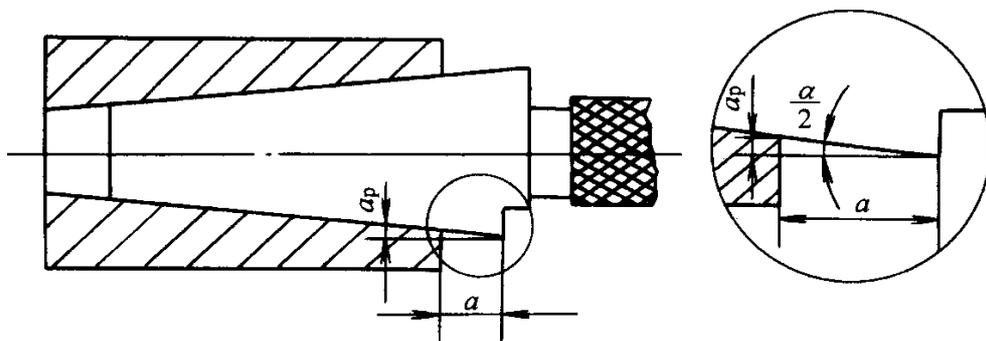
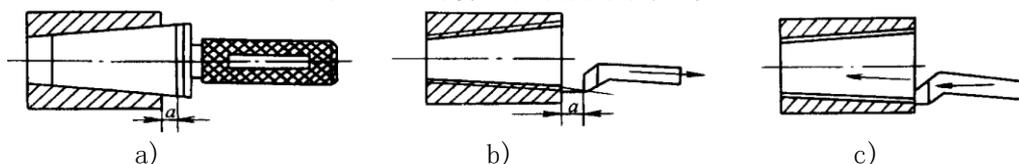

图 c-55 算法控制圆锥孔尺寸
图 c-56 移动床鞍法控制圆锥孔尺寸
(4) 精车内圆锥面精车内圆锥面控制尺寸的方法，与精车外圆锥面控制尺寸的方法相同，也可采用算法见图 c-55 或移动床鞍法见图 c-56 确定 a_p 值。